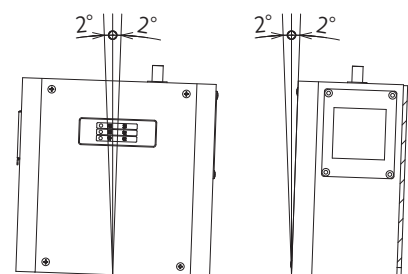

図 2
- 前後左右とも傾きがないよう (±2° 以下) に、水準器などで確認してください。(図 2)